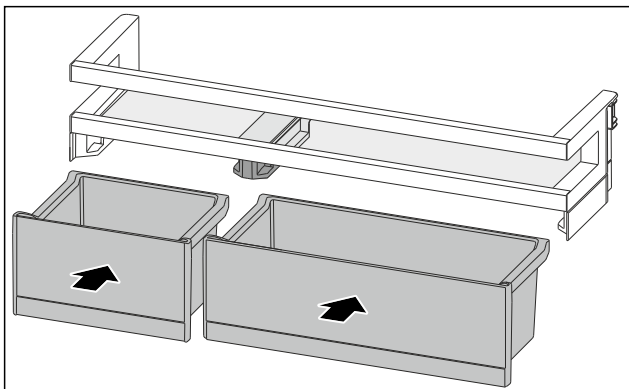

Fig. 225
- ▶ VarioBoxen in getauschter Anordnung einsetzen. (siehe Fig. 225)